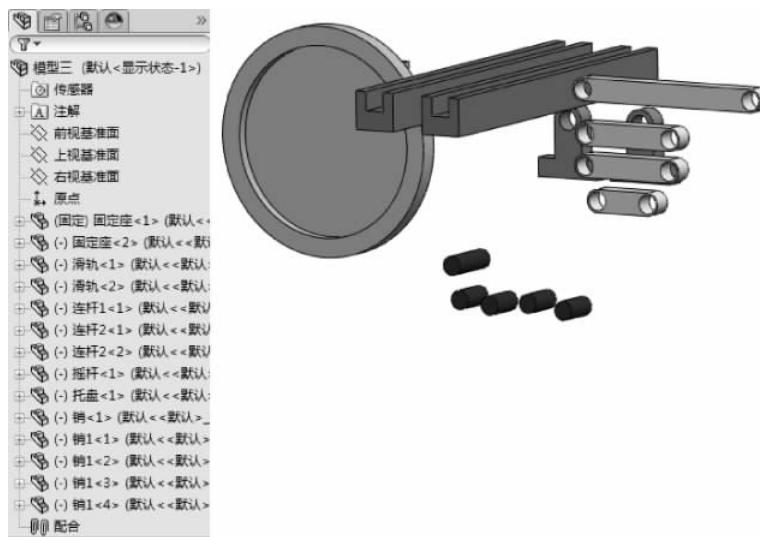

图 3-168 完成零件插入
(3) 单击【装配体】工具栏中的【插入零部件】按钮 ,系统弹出【插入零部件】属性管理器,将装配体所需的所有零件放置在图形区域中,如图 3-168 所示。